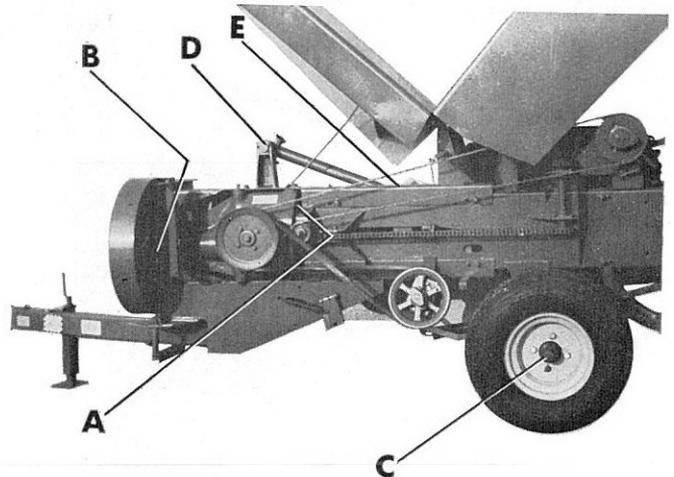

FIG. 15
- Boîtier principal (S.A.E. 90 EP) ..... A fig. 15
- Boîtier principal, vidanger et refaire le plein jusqu'au niveau ..... A fig. 15
- Manivelle ..... D fig. 15
- Axe du piston ..... E fig. 15
- Arbre du volant (très peu) ..... B fig. 15
Moyeu de roue gauche ....	C fig. 15